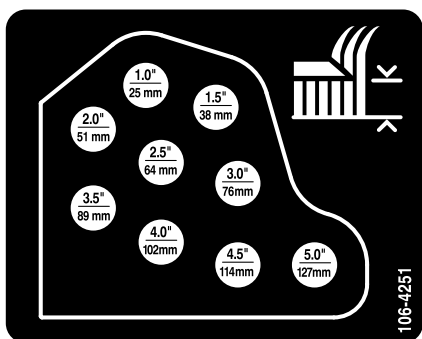

Figure 21
- Montez les chaînes de hauteur de coupe dans le trou correspondant à la hauteur de coupe voulue à l'aide de l'axe de chape et de la goupille fendue (Figure 21).